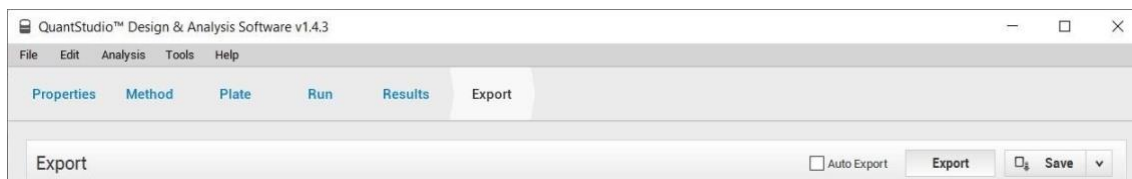

Рисунок 90
4. В исходном окне нажать «**Export**» (рисунок 90).